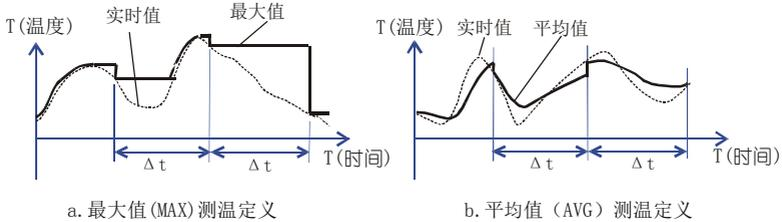

图 12
6.4.2 最大值方式: MAX 灯亮, AVG 灯不亮, 保持被测目标在时间间隔 Δt 之内的最高温度值。时间间隔 Δt 设置范围 1-30 秒, 测温曲线见图 12 (a) 中实线所示。
6.4.3 平均值方式: AVG 灯亮, MAX 灯不亮, 显示内容为从 Δt 起始时刻到当前时刻的平均温度值。时间间隔 Δt 设置范围 1-30 秒, 见图 12 (b) 中实线所示。